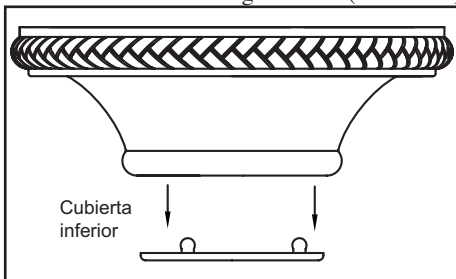

Figura 8
CUANDO MONTES EL VENTILADOR EN UN TECHO INCLINADO, DEBES USAR EL MÉTODO DE MONTAJE CON TUBO BAJANTE Y BOLA ESTÁNDAR. LA PLACA DE MONTAJE DEBE ESTAR INSTALADA DE MANERA TAL QUE LAS ABERTURAS EN FORMA DE RANURA QUEDEN EN EL LADO INFERIOR, DESLIZANDO LA PLACA DE MONTAJE DESDE LA PARTE SUPERIOR HACIA ABAJO. SI EL ÁNGULO DE MONTAJE ES MAYOR, RETIRA LA CUBIERTA INFERIOR DECORATIVA DE LA CUBIERTA (FIGURA 8).
3. Retira la cubierta decorativa de la tapa inferior de la cubierta oprimiendo los tres pernos (Figura 8).